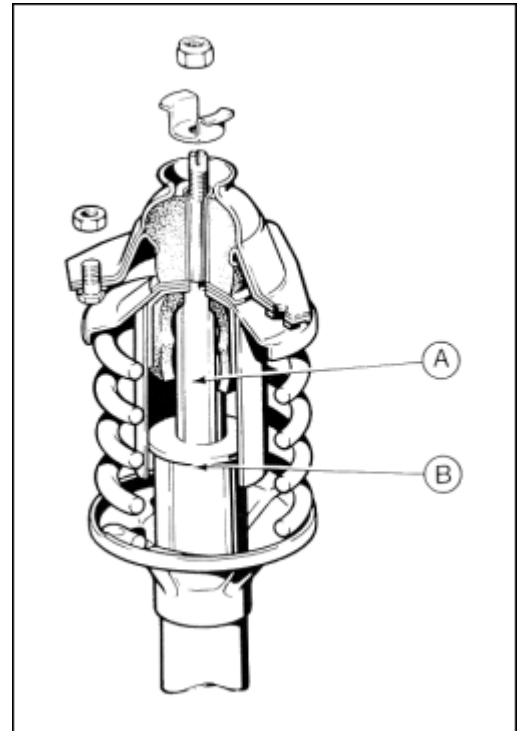

Abb. 2 Federbein der Vorderachsaufhängung
- Stoßdämpfer auf Leckölaustritt B, Abb.2, überprüfen.
- Kolbenstangen A, Abb.2, auf Riefen kontrollieren.